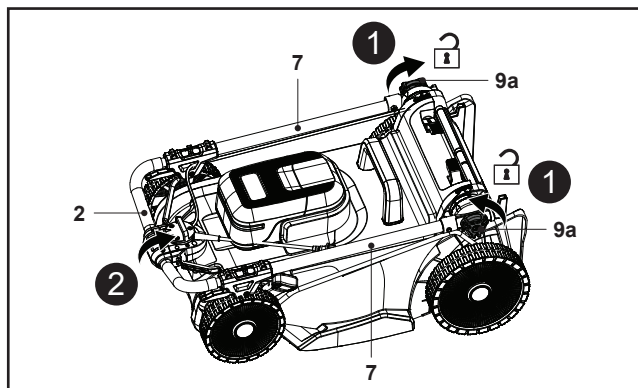

Fig. 1
2. Slăbește cele două butoane de blocare (9a) în sens antiorar pe barele mânerului inferior (7), dar nu le scoate (fig. 1, pasul 1).
3. Ține mânerul de prindere (2) cu o mână și depliază ansamblul mânerului (5, 7) (fig. 1, pasul 2).